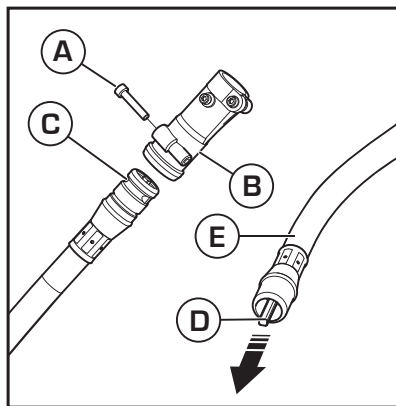

Figura 7
CONEXIÓN DEL EJE FLEXIBLE CON EL EJE RECTO (Figura 7): **1.** Quite el perno (A) de la junta del acoplamiento del eje (B). **2.** Alinee la ranura (C) del eje flexible con el orificio de la rosca y apriete el tornillo. **3.** Gire el eje flexible (D) en el extremo opuesto del mismo (E) para instalarlo en la junta (B) firmemente. **IMPORTANTE:** Después de conectar ambos ejes entre sí, tire con las dos manos para asegurarse de que no se desconecten.